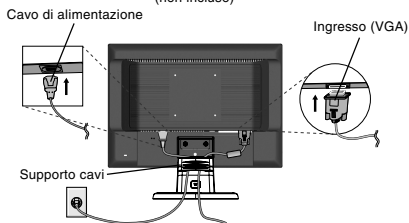

Figura B.1
3. Collegare un'estremità del cavo di alimentazione al monitor e l'altra estremità alla presa di alimentazione. Utilizzare il supporto cavi per tenere uniti il cavo segnali video e il cavo di alimentazione (Figura B.1).
Fissare il supporto cavi alla base. Inserire i ganci del supporto cavi nei fori sulla parte posteriore del supporto e far scivolare il supporto cavi verso il basso per posizionarlo correttamente (Figura B.1).